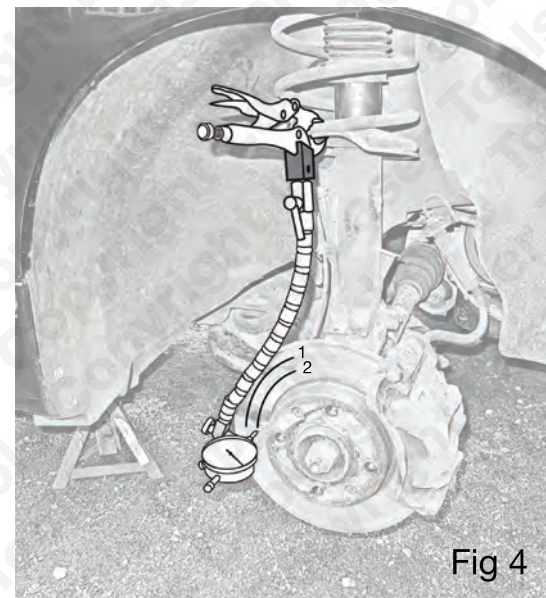

Fig 4
- Pour des résultats optimaux, les mesures doivent être prises des deux côtés du disque et sur **deux** rayons différents ou plus sur chaque face du disque. Voir la Fig. 4.